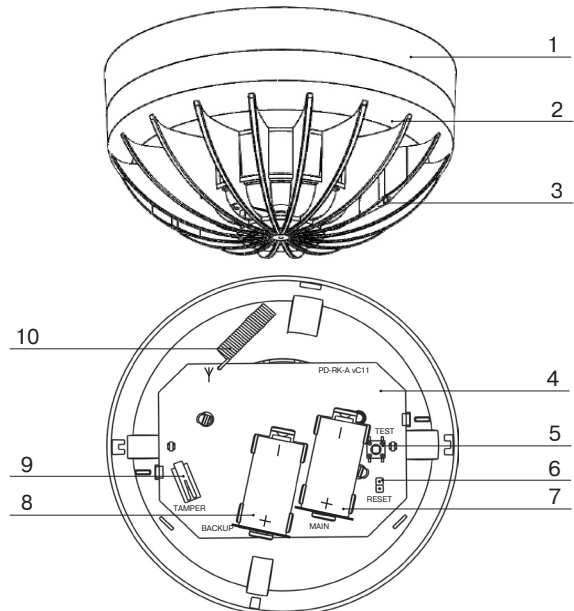

Рисунок 1
10.2 Нажмите на рычаг датчика контроля извлечения из розетки (9) (рисунок 1) на 2 с и отпустите.
Нажмите на извещателе кнопку проверки работоспособности (5) (рисунок 1) и удерживайте ее не менее 5 с. Извещатель включит световую индикацию «Пожар» и по команде с ППК включит заранее заданный режим оповещения. Убедитесь в получении на ППК извещения о пожаре. Для проверки так же можно использовать тестовый аэрозоль.